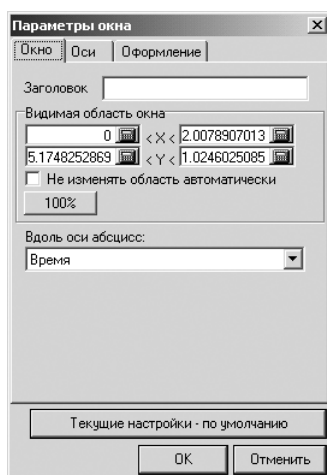

Рис. 2.46. Диалоговое окно **Параметры окна**
- щелкните в контекстном меню по пункту **Параметры окна**. Появится диалоговое окно **Параметры окна**, см. рис. 2.46;